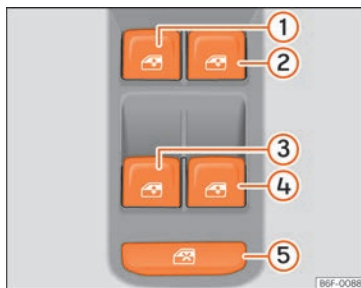

Abb. 141 Ausschnitt aus der Fahrertür: Bedienelemente für vordere und hintere Fenster.
Mit dem Sicherheitsschalter »» **Abb. 141** in der Fahrertür können die Fensterheber-Tasten in den hinteren Türen außer Funktion gesetzt werden.
Die Tasten **»» Abb. 141 ①, ②, ③** und **④** haben zwei Stufen zum Öffnen und zwei zum Schließen des Fensters. Dadurch ist es einfacher, die Öffnungs- und Schließvorgänge zu kontrollieren.